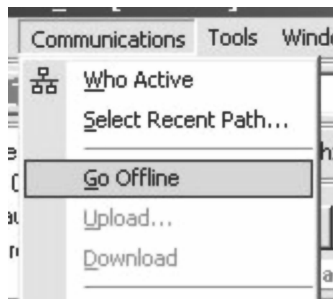

图 11-16 通信菜单
34. 在“通信”(Communication)菜单中选择“脱机”(Go Offline),如图 11-16 所示。